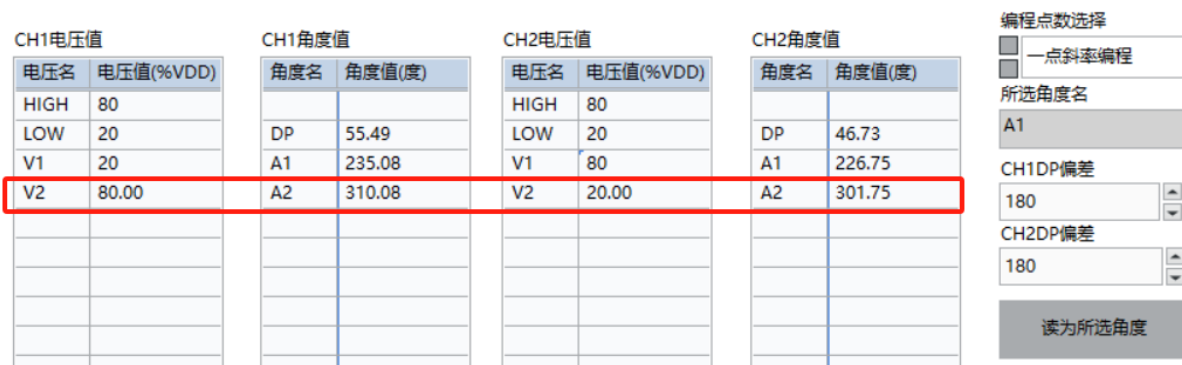

图 5.1.11 通过斜率自动设置 A2 点
- 单击 CH1 的 ‘A1’ 对应的 “角度值” 框，将磁铁 (传感器) 角度置于需要编程的第一个位置，稳定后单击 “读为选择角度” 按钮读取当前芯片角度值，并显示在 CH1 和 CH2 的角度值 A1 中，当前读出芯片角度 CH1 的 A1 角度为 91.17°，CH2 的 A1 角度为 268.5°，同时上位机会自动计算 A2 点的电压和角度值并填写在对应位置 (图 5.1.11)。